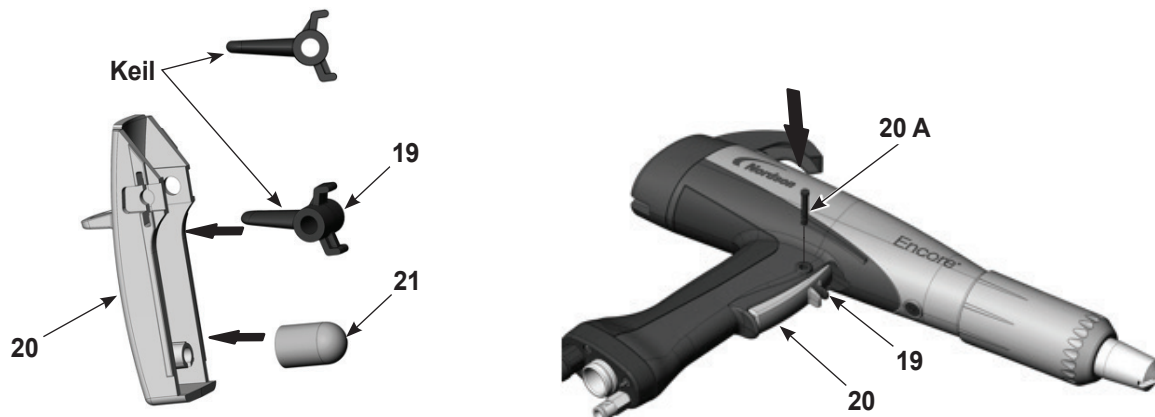

Abbildung 6-12 Erneutes Anbringen von Auslöser und Achse
7. Siehe Abbildung 6-12. Den Spülauslöser (19) im Sprühauslöser (20) installieren; dabei darauf achten, dass der Keil wie abgebildet nach oben zeigt. **Den Spülauslöser nicht verkehrt herum installieren.**
8. Sicherstellen, dass der Aktor (21) auf der Führung installiert ist.